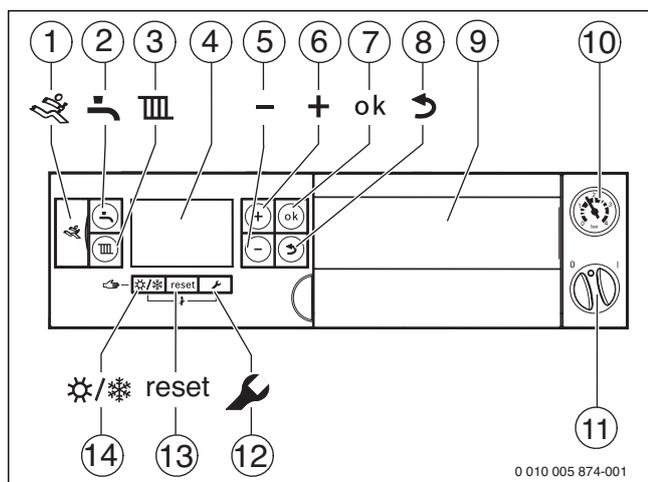

Fig. 6 Tableau de commande avec cache ouvert
- Module de commande intégré dans l'appareil, pour la régulation en fonction de la température extérieure (→ fig. 6).